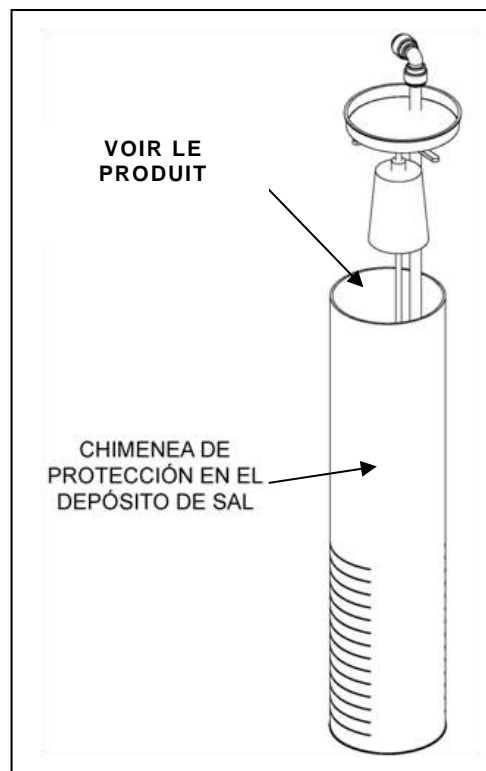

Fig. 23
2. Ouvrez le couvercle de protection de la cheminée (voir fig. 23).